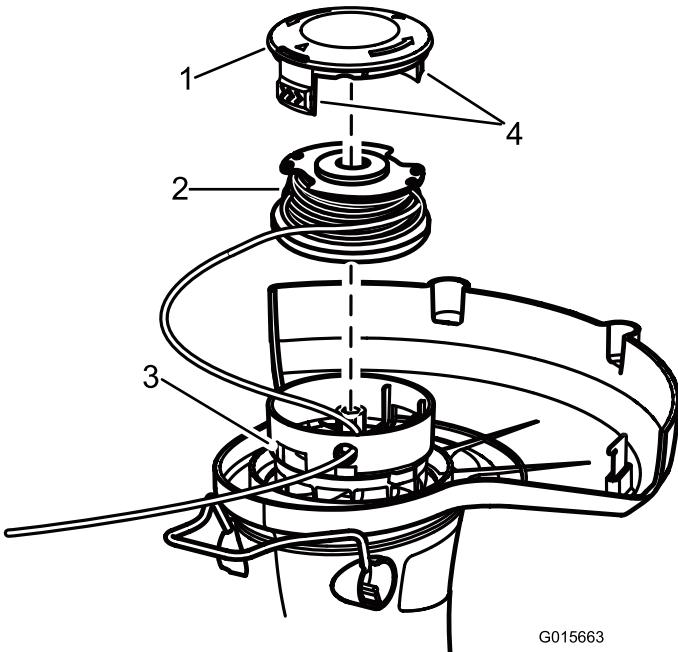

Figura 15
2. Presione las pestañas laterales del retén del carrete (Figura 15).
2. Retire el carrete. Ver Cambio del carrete (Figura 15).